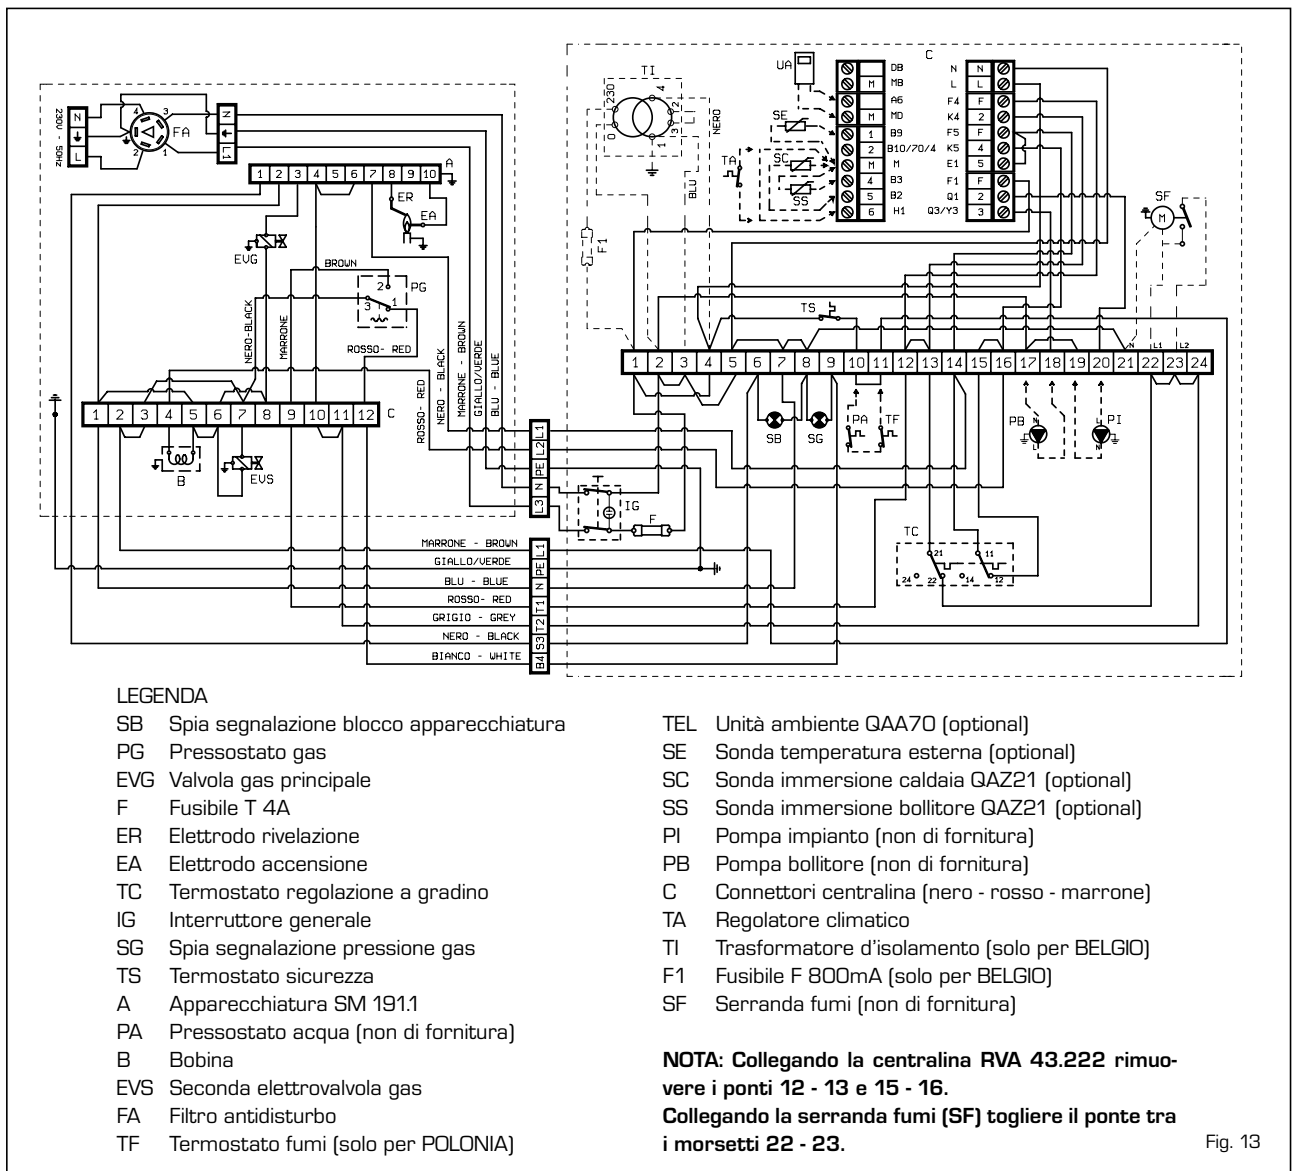
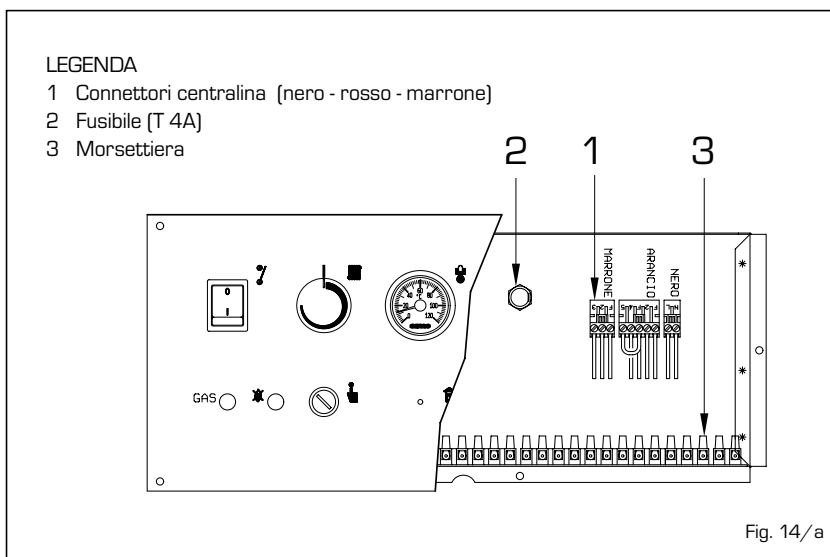

Fig. 13
Fig. 14/a
L'alimentazione elettrica deve essere portata ai morsetti L e N del quadro rispettando scrupolosamente le posizioni di fase e neutro come previsto dallo schema. Caso contrario, il circuito di rivelazione fiamma resta inattivo per cui l'apparecchiatura va in blocco. L'alimentazione deve essere effettuata con tensione monofase 230V-50Hz attraverso un interruttore generale protetto da fusibili con distanza tra i contatti di almeno 3 mm (fig. 13).
Tutte le funzioni della caldaia possono essere gestite dalla centralina optional cod. 8096303, fornita con sonda temperatura esterna (SE) e sonda immersione caldaia (SC) (fig. 14). La centralina prevede il collegamento di una ulteriore serie di connettori a bassa tensione per il collegamento delle sonde e dell'unità ambiente (i connettori si trovano in un sacchetto all'interno del quadro comandi). Il bulbo della sonda dell'eventuale bollitore esterno (SS), optional cod. 6277110, deve essere inserito nella guaina del bollitore e quello della sonda caldaia (SC) nella guaina di caldaia. Per il montaggio della sonda temperatura esterna (SE) seguire le istruzioni riportate nell'imballo della sonda stessa. Per effettuare i collegamenti elettrici fare riferimento allo schema di fig. 13.
Nel circuito elettrico è prevista una serie di connettori per l'installazione di una centralina optional, contrassegnati da diversi colori: nero, rosso e marrone (fig. 14/a). I connettori sono polarizzati cosicché non è possibile invertirne l'ordine. Per installare la centralina è necessario collegare tali connettori e rimuovere dalla morsettieria i ponti 13 - 14 e 16 - 17 (fig. 13). La centralina consente inoltre l'utilizzo di sonde e unità ambiente i cui connettori, polarizzati e colorati, si trovano in un sacchetto posto all'interno del pannello comandi.